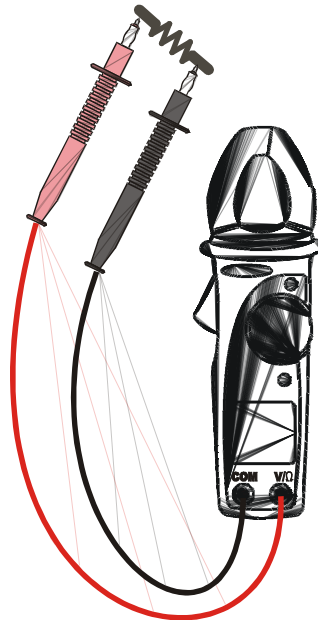

Fig. 8: Utilização da pinça para a medição da continuidade
2. Inserir o cabo vermelho no terminal de entrada V/Ω e o cabo preto no terminal de entrada COM, conforme é mostrado na Fig. 8.